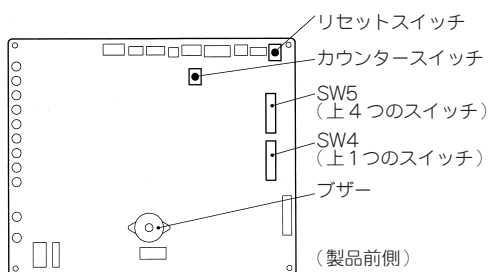

図 21 制御基板
- 制御基板は天板内部の制御部内に設けています。下の図 21、22 を参照して制御部のカバーをはずし、内部の制御基板の設定を行ってください。
① 運転時間設定スイッチ（SW5、SW4）